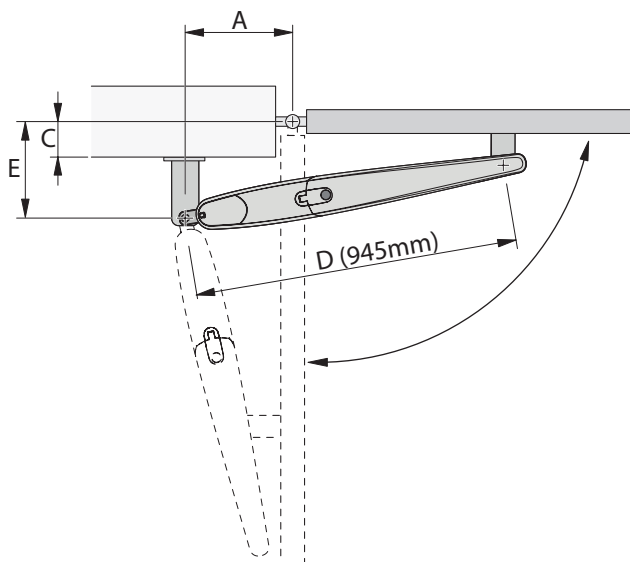

Fig. 2
**01.** Misurare il valore "E", quindi tracciare una retta orizzontale nel grafico in corrispondenza del valore rilevato. Scegliere un punto nella retta appena tracciata, considerando l'angolo di apertura desiderato adeguato alla colonna. Tracciare una retta verticale partendo dal punto individuato e ricavare il valore di A. Per proseguire l'installazione verificare che il valore di A permetta il fissaggio della staffa posteriore altrimenti scegliere un altro punto sul grafico. Infine per fissare la staffa sull'anta portare il pistone al limite della corsa (**vedi Fig. 2**). Nel caso in cui non venissero rispettate le quote di installazione delle staffe, l'automazione potrebbe presentare mal funzionamenti, quali:
01. La staffa anteriore deve essere fissata all'anta del cancello rispettando la quota D (fig. 2).